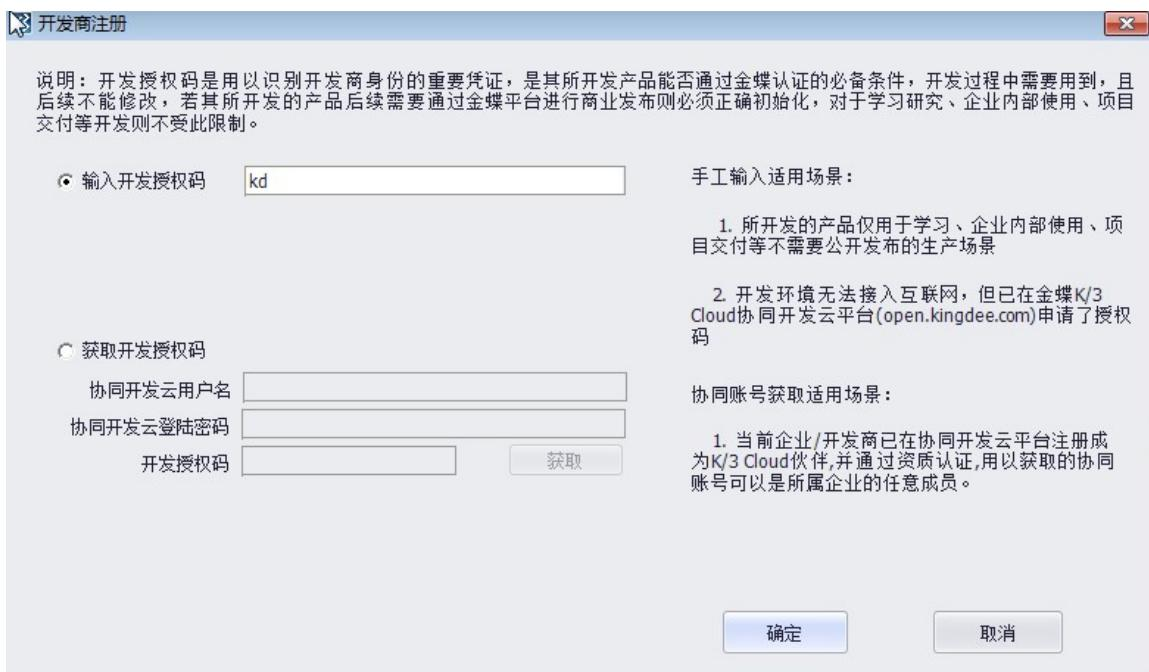
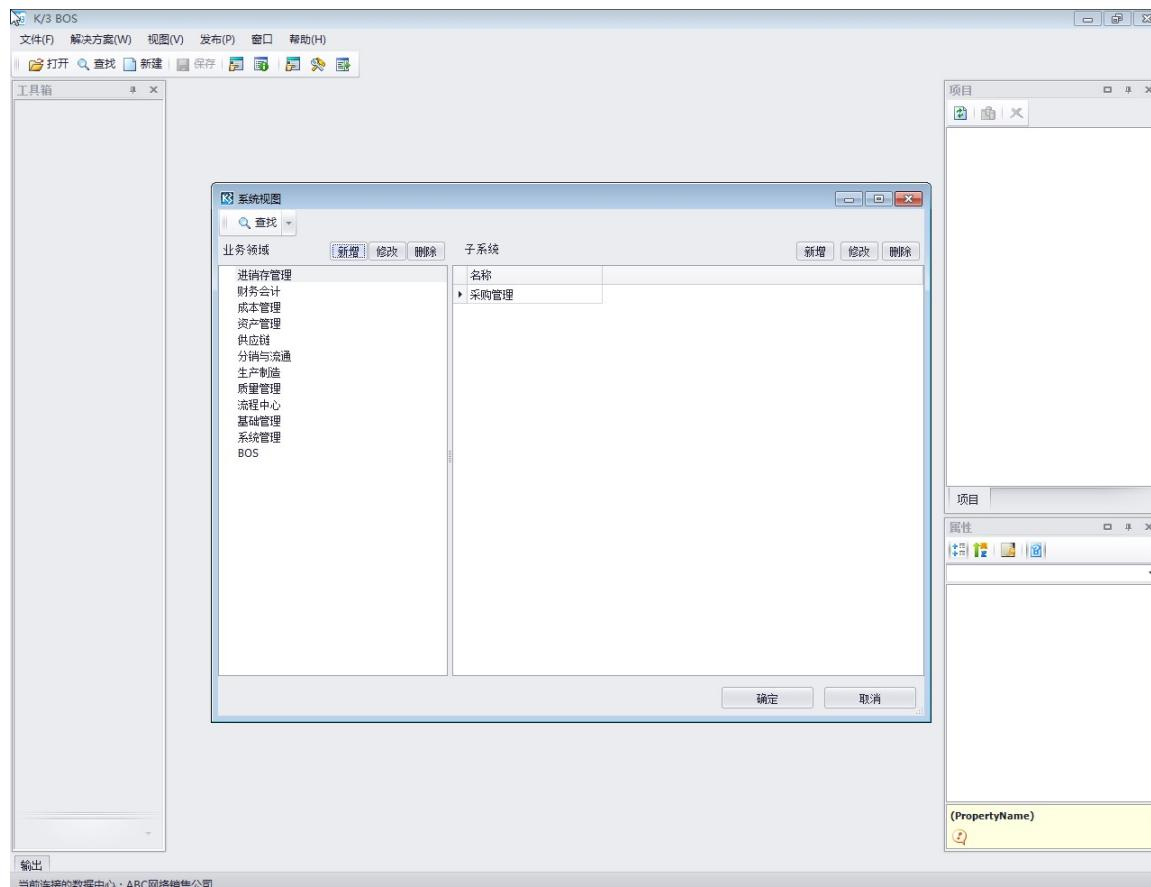

图 3-1-3 录入开发商信息
图 3-1-4 K/3 BOS 进入界面
- 3、如是第一次打开设计器，会弹出下载界面，下载设计器，且会弹出提示，提示需要录入开发商信息，此时则需要到【开始】→【所有程序】→【金蝶 K3 Cloud 智造服务平台平台】→【金蝶 K3 Cloud 客户端】→【金蝶 K3 Cloud BOS 集成开发工具】登录，并且录入开发商信息，如图 3-1-3 所示；非第一次登录时，直接连接设计器登陆界面。如图 3-1-4 所示：